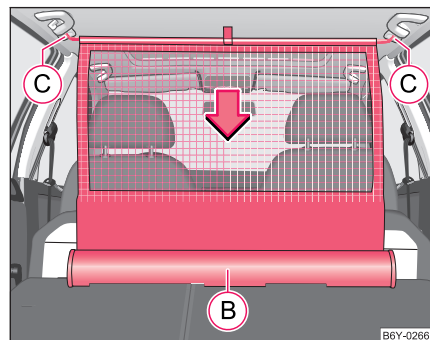

Fig. 60 Enrollar la red divisoria
- Tire de la barra transversal un poco hacia atrás, primero en un lado y seguidamente en el otro lado, y saque la barra transversal de los alojamientos (C) ⇒ fig. 60.
- **Mantenga** la barra transversal de tal modo, que la red divisoria pueda enrollarse lentamente y sin daños en la caja (B). ►